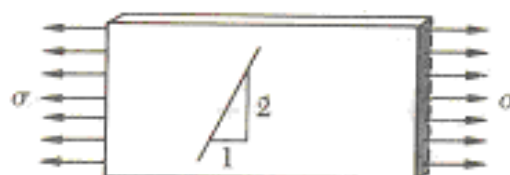

Figura 2.41
2.6.5 Uma placa de alumínio da Figura 2.41 é submetida a uma força axial centrada que provoca uma tensão normal, σ . Uma linha reta de inclinação 2:1 é desenhada na placa de alumínio antes da aplicação da força (Ver Figura). Determinar a inclinação da linha quando a tensão for $\sigma=125 \text{ MPa}$. Considere $E=70\text{GPa}$ e $\nu=0,33$. R: $i=1,9953:1$